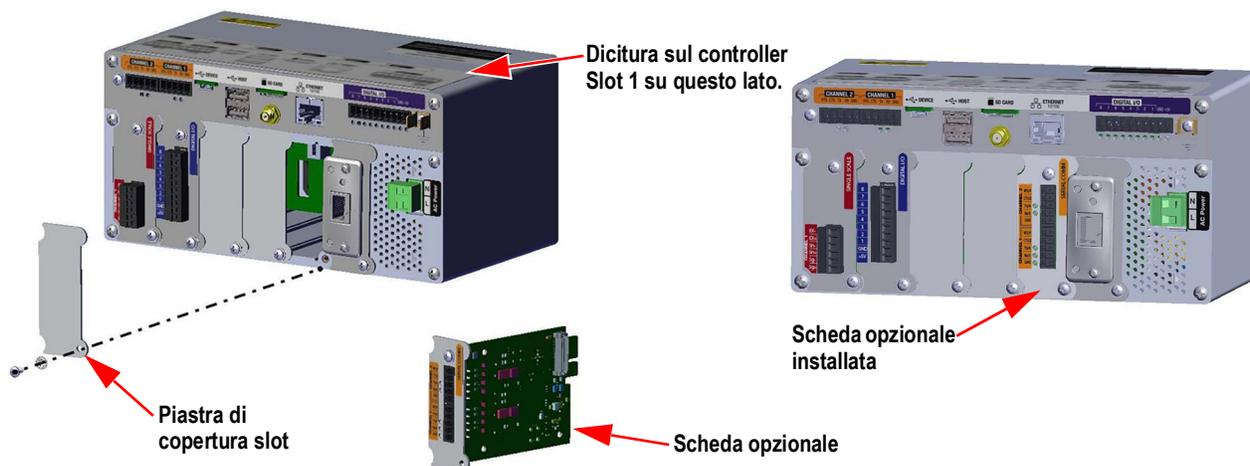

Figura 2-24. Installazione della scheda opzionale
**NOTA:** Figura 2-24 illustra la posizione delle diciture.